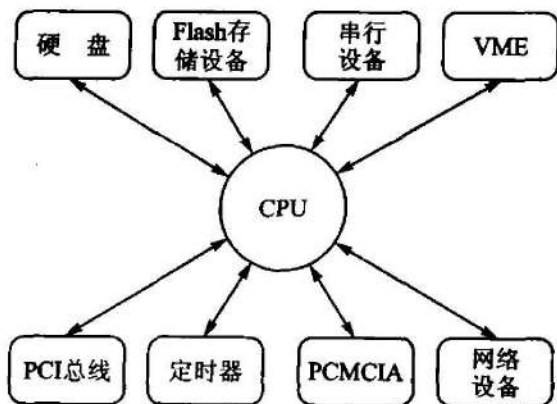

图 5-3 VxWorks 的特殊设备
① 基于 I/O 文件系统的设备: 包括基于 I/O 系统的字符类设备和块设备。这些设备都可采用 ioLib 系统库提供的接口函数 create()、open()、close()、read()、write() 和 ioctl() 等来操作。VxWorks 的 I/O 系统由基本 I/O 及含缓冲的 I/O 组成, 它提供标准的 C 库函数。基本 I/O 库与 Unix 兼容; 而含缓冲的 I/O 则与 ANSI C 兼容。VxWorks 的 I/O 系统有其独特性, 因而它比其他 I/O 系统更快速, 更灵活, 这在实时系统中非常重要。
② 其他特殊设备: 主要指一些非基于 I/O 文件系统的设备, 如串口设备和网络设备等。这些设备由于其自身特性, 虽然不能通过标准 I/O 来进行存取, 但也都有各自相关的标准, 如图 5-3 所示。后面会通过具体的例子来详细说明这些设备的编写方法。